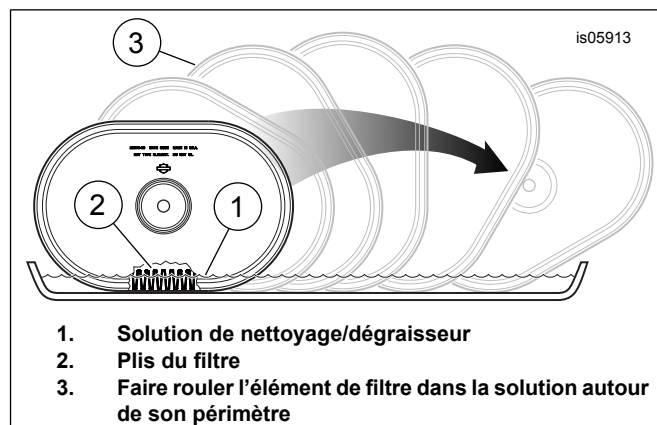

Figure 2. Nettoyage de l'élément de filtre
2. Nettoyer l'élément de filtre (voir Figure 2) :
- a. Retirer et nettoyer l'élément en l'immergeant, sur le côté, dans un récipient peu profond contenant suffisamment de produit de nettoyage/dégraissant (1) pour recouvrir **pas plus des** trois quarts de la profondeur des replis du filtre (2), soit environ 9,5 mm (0.375 in). **Veiller à ce que la solution sale ne pénètre pas dans l'élément.** « Rouler » l'élément dans la solution autour de son périmètre (3), avec précaution, jusqu'à ce que toute la surface externe des plis du filtre soit trempée.